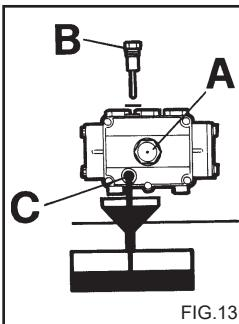

FIG.13
- 2) Skru propen af ved hjælp af oliepinden (fig. 13).